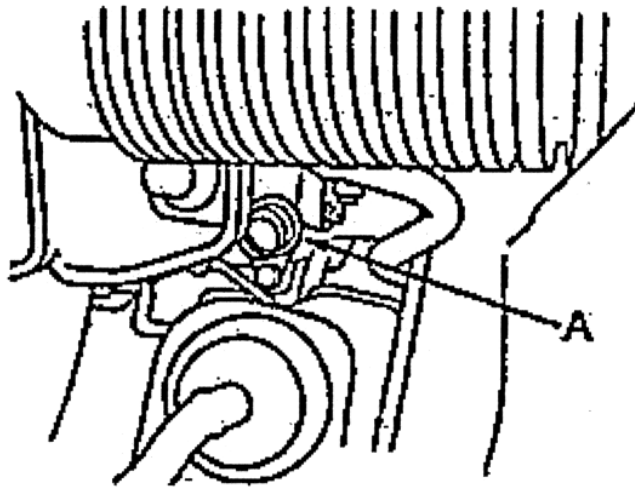

Рис. 12. Трубка измерительного щупа
5. При необходимости долить рабочую жидкость до верхнего уровня через трубку (А) измерительного щупа (рис. 12).